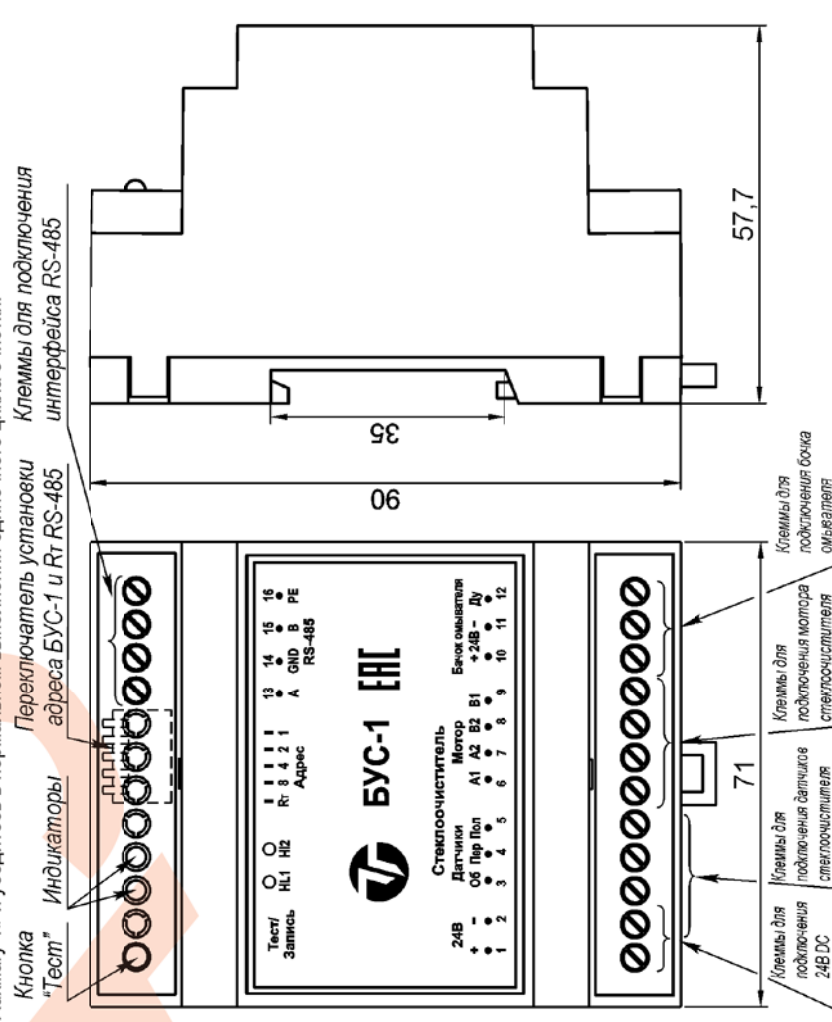

Рис.3 Внешний вид и габаритные размеры БУС-1.
6. Блок управления стеклоочистителем БУС-1 (см. рис.3)